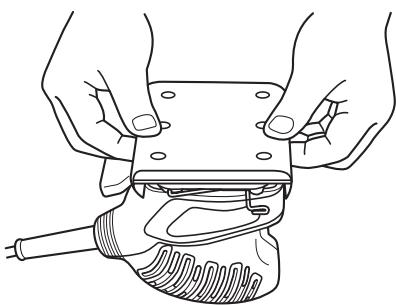

Fig. 8
(1) Plegado del papel de lija:
- Poner la lijadora con su almohadilla hacia arriba como se muestra en la Fig. 8. Poner el papel de lija sobre la almohadilla de forma que sus centros queden alineados y doblar ambos extremos del papel de lija en un ángulo de 90°.